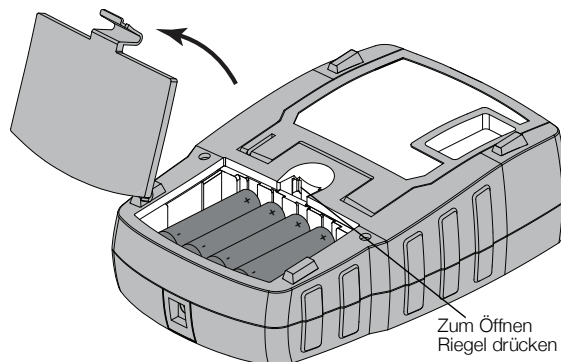

Abbildung 2
- 1 Drücken Sie den Riegel an der Rückseite des Druckers nach unten, um den Deckel des Batteriefachs abzunehmen. Siehe Abbildung 2.
- 2 Setzen Sie die Batterien ein und achten Sie dabei auf die Polarität (+ und -). Siehe Abbildung 2.